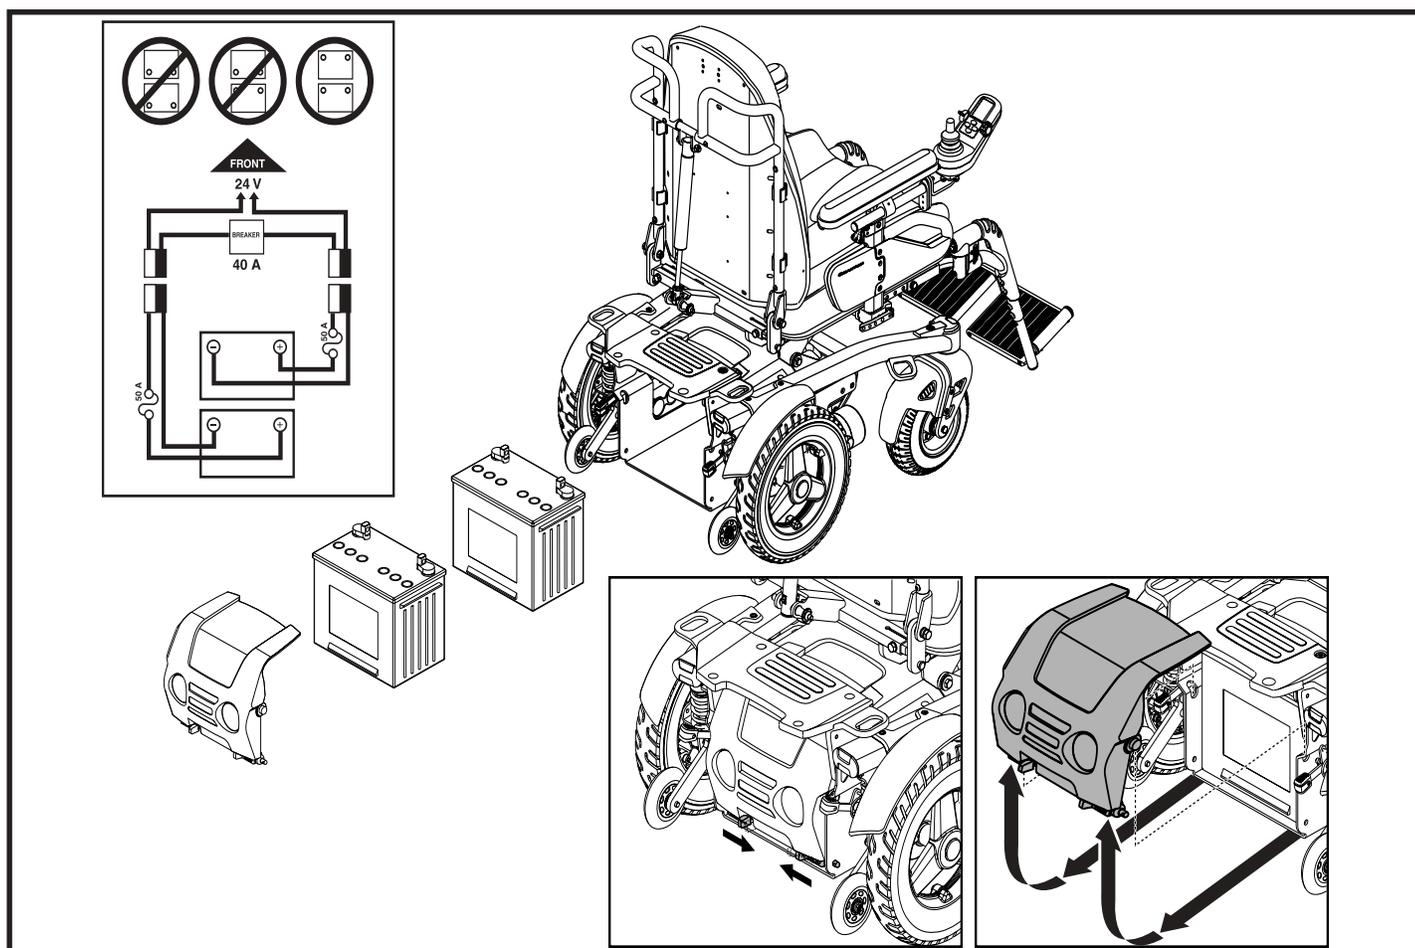

Figure 26. Remplacement des batteries
Un schéma de câblage des batteries figure sur l'auto-collant situé sur la porte du compartiment à batteries. Voir la figure 26. Vérifiez le Tableau des spécifications pour les informations relatives à votre type de batterie.
4. Faites glisser les loquets de la batterie vers l'intérieur du siège. Voir la figure 26.
5. Soulevez en effectuant une rotation vers le haut pour enlever la porte de la batterie. Voir la figure 26.
6. Repérez les connexions rapides de la batterie sur la structure et déconnectez les deux. Voir la figure 26.
11. Connectez les connexions rapides des batteries conformément au diagramme de câblage situé sur la structure. Voir la figure 26.